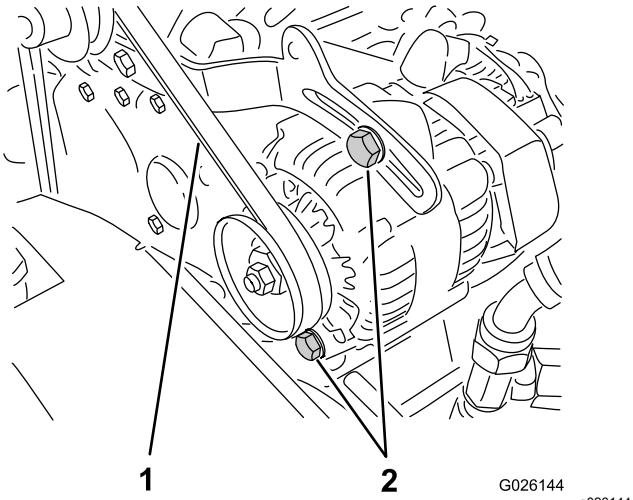

Bild 58
2. Prüfen Sie die Spannung, indem Sie eine Kraft von 10 kg in der Mitte zwischen der Lichtmaschine und den Kurbelwellenscheiben ansetzen (**Bild 58**).
- A. Lockern Sie die zwei Befestigungsschrauben der Lichtmaschine (**Bild 58**).
- B. Drehen Sie die Lichtmaschine mit einer Stange, bis die richtige Riemenspannung erzielt ist. Ziehen Sie die Befestigungsschrauben dann fest (**Bild 58**).